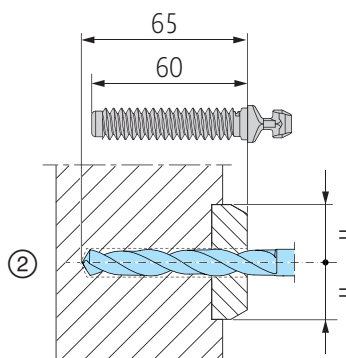

Abb. 51
① Bohrlochmarkierungen nach der untenstehenden Tabelle anzeichnen oder mittels Markierungsstichel 102 ankörnen. Dazu das montierte Getriebe 4 in Offenstellung bringen (Griff nach unten). Körner in die Riegelstellen des Getriebes einsetzen, siehe **Abb. 50**. Den Schiebeflügel gegen die Leiste B fahren, um so die Bohrmarkierungen zu setzen. ② Löcher in Abhängigkeit der Holzhärte mit $\varnothing 10$ oder $\varnothing 11$ bohren (**Abb. 51** beachten!). ③ Riegelbolzen 5 und 6 mit manueller Eindhilfe 130 oder Eindrehwerkzeug 131 für Bohrschrauber eindrehen (**Abb. 52** beachten).